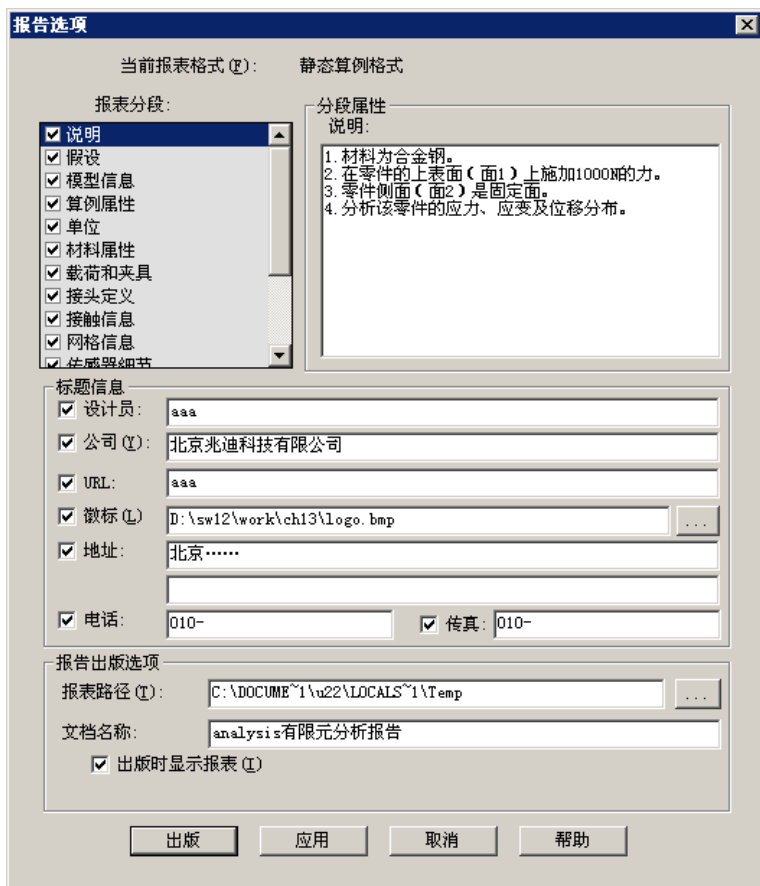

图 12.3.50 “报告选项”对话框
Step1. 选择下拉菜单 **Simulation** → **报告(R)...** 命令，系统弹出图 12.3.50 所示的“报告选项”对话框。
Step2. 对话框中各项设置如图 12.3.50 所示。